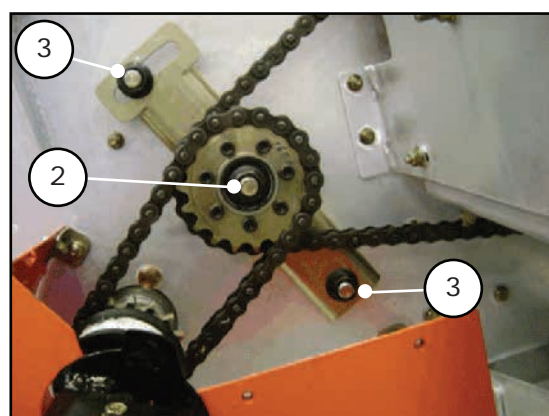

Figura 09
b) Afrouxar as porcas do esticador (item 3) da figura 09 e retirar a porca (item 2) que fixa o cubo das engrenagens;